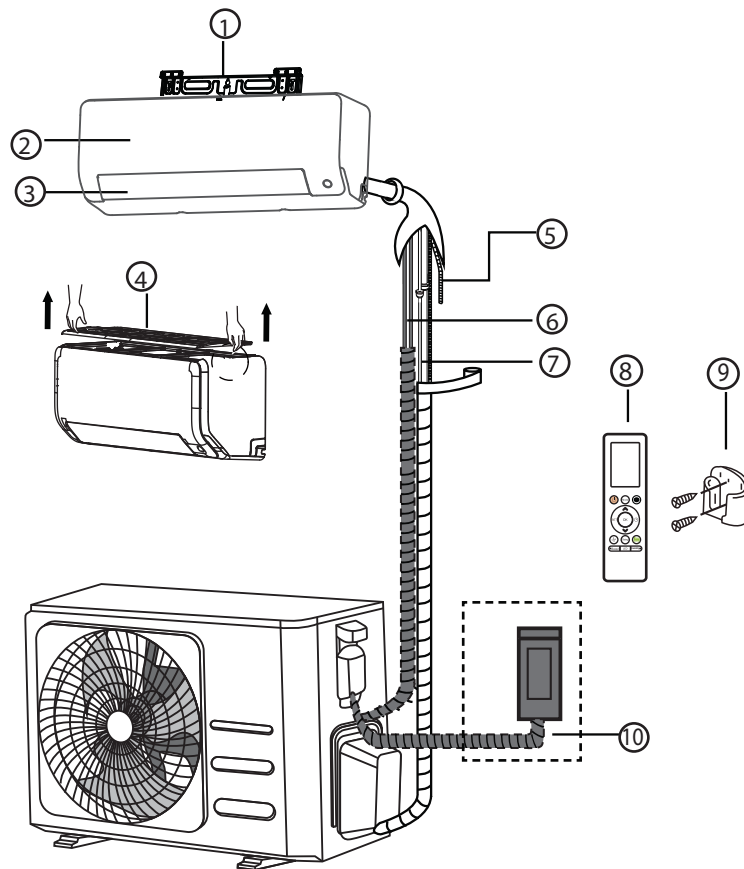

Fig. 2 – Pièces
- L'illustration fournie ci-dessus (fig. 2) n'est qu'une ébauche. D'autres modèles peuvent présenter de légères différences.